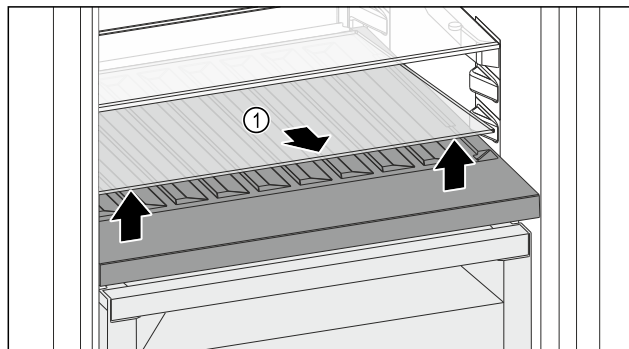

Fig. 113
- ▶ Levante la placa de vidrio Fig. 113 (1) por la entalladura de la parte delantera y retírela.
- ▶ Guarde la placa de vidrio Fig. 113 (1) de forma segura fuera del electrodoméstico.